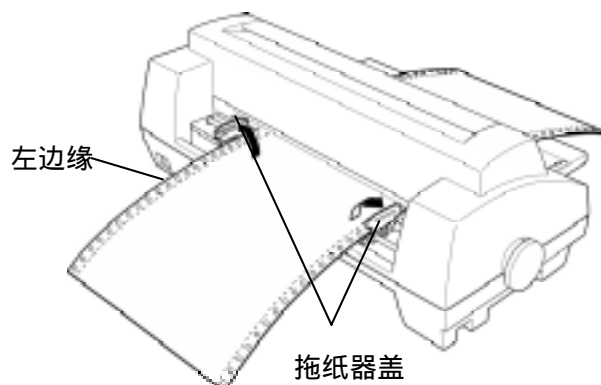

图 3-8 连续纸安装在牵引器齿轮上
4. 打开拖纸器盖，将纸装入拖纸器齿轮上如图 3-8 所示，请将纸张需打印的页面朝上。